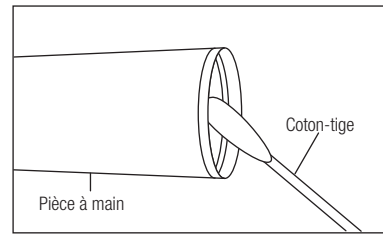

Fig. 6
- S'assurer que les 2 joints (Fig.6) soient correctement positionnés sur le rotor.